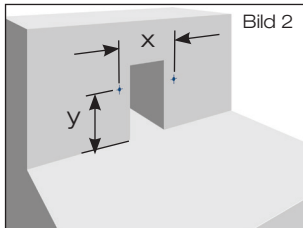

Bild 2
1.2 Bohrungen \varnothing 10 mm für Schiebeflansch mit Anschlussmanschette bzw. Schiebeflansch mit Kompressionsdichtungen zum Anschluss der Dampfsperre entsprechend der Vorgabe nach Tabelle 2 erstellen (Bild 2).